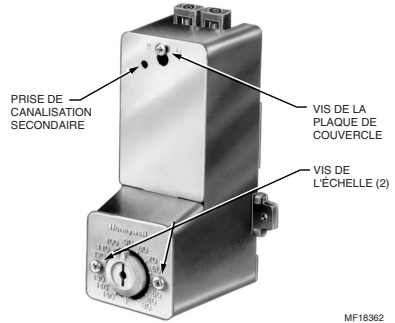

Fig. 9. Position de la prise de la canalisation secondaire.
Pour vérifier le fonctionnement de l'appareil, mesurer la pression dans la prise de la canalisation secondaire située à gauche, sous la vis de fixation du couvercle. La pression augmente ou diminue dans la canalisation secondaire lorsqu'on tourne le bouton de point consigne. Voir la Fig. 9.
1. Enlever les deux vis de l'échelle graduée. Voir la Fig. 9.
1. Enlever la plaque du couvercle : desserrer une vis et glisser le couvercle pour passer la tête de vis dans l'ouverture. Voir la Fig. 9